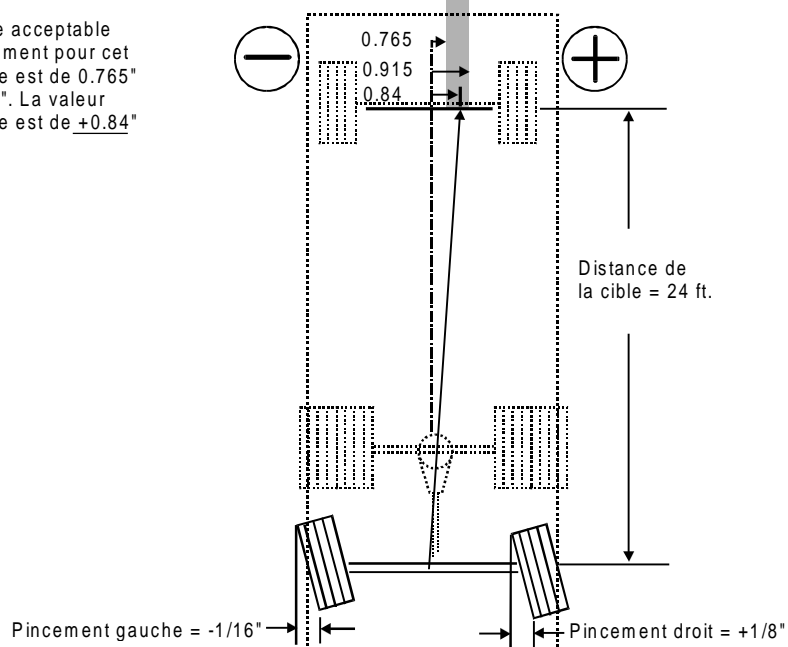

FIGURE 4: EXEMPLES DE CALCULS
5. Ajuster l'essieu porteur selon le désalignement corrigé à l'intérieur des tolérances (Fig. 4).